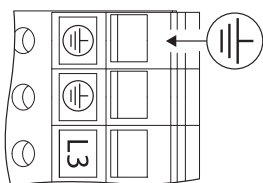

Fig. 29 : 额外接地
- 由于 11 kW 以上功率的电机漏电流增加，根据 EN 61800-5-1:2008-04 的要求，必须额外安装增强型接地装置（参见 Fig. 29）。